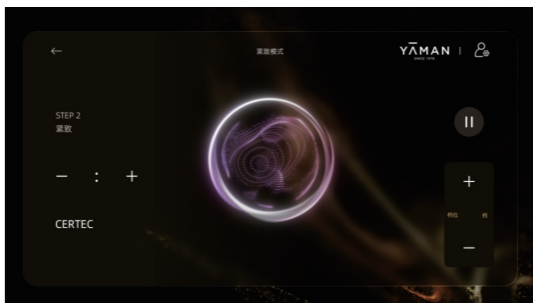

图5-12：紧致模式-紧致手柄页面
②紧致手柄+沁肤盈润精华乳，护理时长默认15分钟，可调节至最大时长30分钟（如图5-12）。